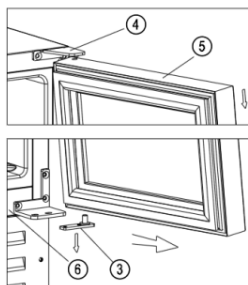

Abbildung 2
- Ziehen Sie die Tür ⑤ langsam nach außen [folgen Sie der Pfeilrichtung in Abbildung 2], um sie
- aus dem unteren Scharnier ② zu lösen und ziehen Sie die Tür ⑤ langsam nach unten, bis sie sich vom oberen rechten Scharnier ④ löst. Nehmen Sie die untere Scharnierplatte ③ aus dem Loch der Türachse heraus [Abbildung 2].#